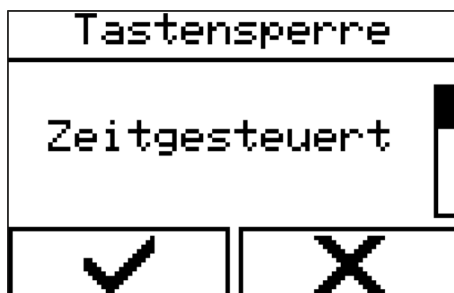

Abb. 51: Tastensperre einstellen
3. ➔ Menüpunkt „Zeitgesteuert“ (Abb. 51) auswählen.